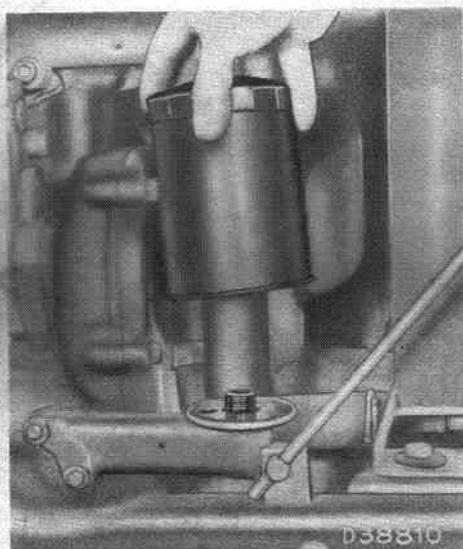

Fig. 125 - Changement du filtre à huile
Le filtre à huile (fig. 125) doit être renouvelé toutes les 300 heures de travail (toutes les trois vidanges).
- b) Dévisser en tournant vers la gauche le filtre avec sa garniture (voir fig. 125) et le jeter.